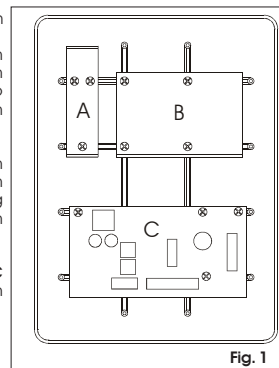

Fig. 1
**Montage im abgedichteten Gehäuse:** Für die Befestigung der verschiedenen Elemente im abgedichteten Gehäuse sind folgende Schritte auszuführen (siehe Abb. 1):